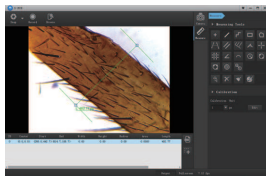

рисунок 10
2. В режиме “Measure” «Измерение»: Используйте измерительный инструмент для измерения “Width” «ширины» / “Height» «высоты» / “Radius” «радиуса» / “Area” «площади» / “Length” «длины» / “Angle” «угла» / “Distance” «расстояния образца» и другой информации (Рисунок 10).